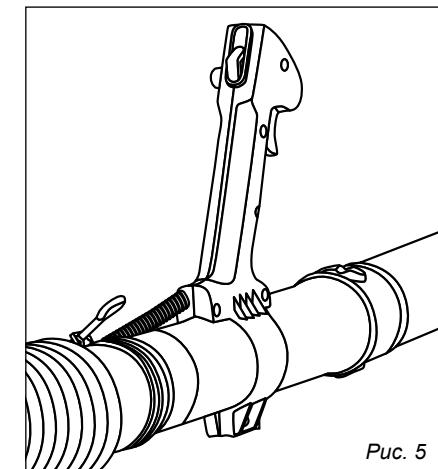

Рис. 5
– Совместите штифт (S) и прорезь (P) и наденьте насадку (R) на промежуточную трубу (O) (шаг 1).
– Установите рукоятку управления на патрубок примерно по середине, слегка зафиксируйте хомут винтами. Наденьте воздуходувку на плечи и отрегулируйте удобное для вас положение рукоятки управления. Плотно затяните винты фиксации хомута рукоятки в выбранном положении (рис. 5).